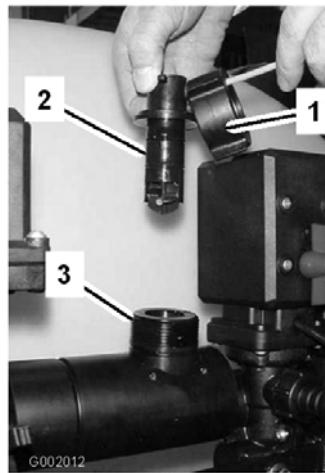

図 71
2. フローメータのボディについているリテナ・キャップを取り(図 71)。